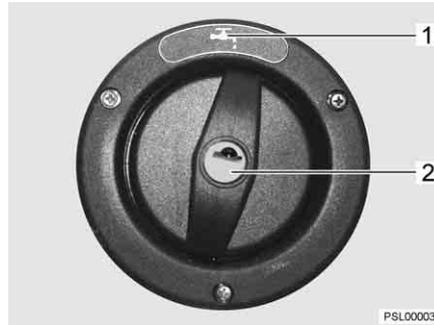

Bild 34 Verschlussdeckel für Trinkwasser-Einfüllstutzen
- ▷ Der Trinkwasser-Einfüllstutzen ist mit dem Symbol "☰" (Bild 34,1) gekennzeichnet.
- Schlüssel in Schließzylinder (Bild 34,2) stecken und entgegen dem Uhrzeigersinn drehen.